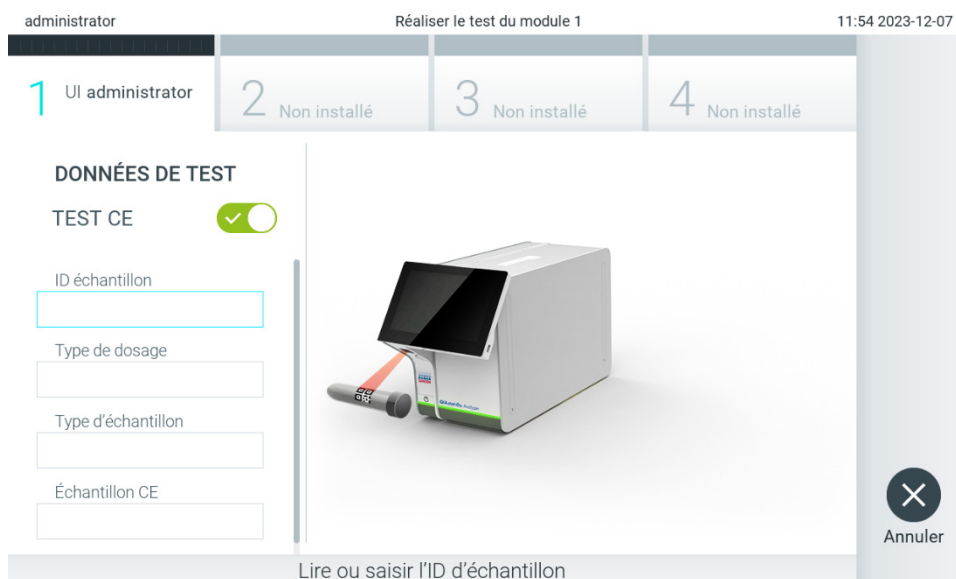

Figure 92. Activer le bouton à bascule EC Test (Test CE) pour activer un test CE.
2. Activez le bouton à bascule de test CE (figure 92).